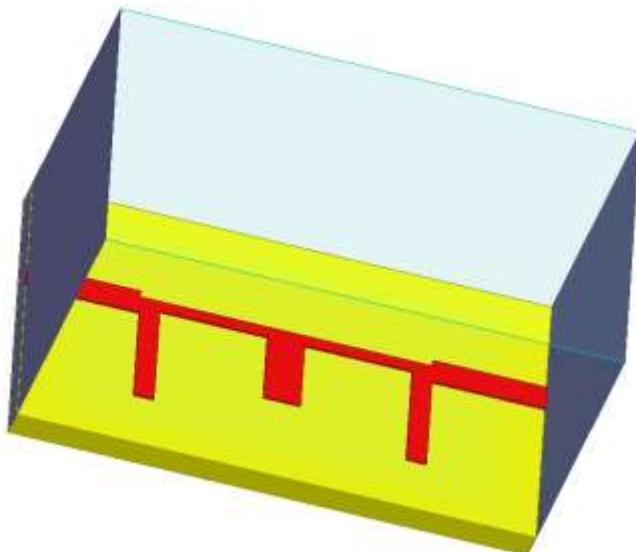

Рисунок 1
1. Создать модель СВЧ фильтра (см рис. 1) в микрополосковом исполнении и произвести анализ его характеристик с использованием решателя **Driving Modal**. Фильтр располагается в экранированном корпусе размерами $a \times b \times (d + h)$, где $a = 5$ мм – ширина корпуса фильтра, $b = 9.15$ мм – его длина, $h = 0.5$ мм – толщина подложки из материала с $\epsilon = 10.73$ ($\operatorname{tg} \delta = 10^{-4}$), $d = 5$ мм – ширина воздушного промежутка над платой фильтра. Расстояние от центра подводящих полосков до края платы $a_1 = 2$ мм. Толщина металлизации проводящего рисунка платы фильтра $t = 0.05$ мм. Материал всех проводящих элементов конструкции фильтра, включая стенки корпуса – медь с удельной проводимостью $\sigma = 5.8 \cdot 10^8$ См / м. Внешний вид топологии фильтра с размерами представлен на рис. 2.